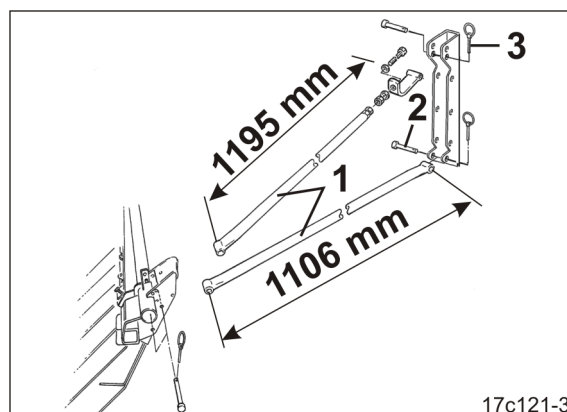

Fig. 59
2. Inserte los tubos de sujeción (Fig. 59/1) con los pernos (Fig. 59/2) en los soportes y asegúrelos con pasadores clavija (Fig. 59/3).